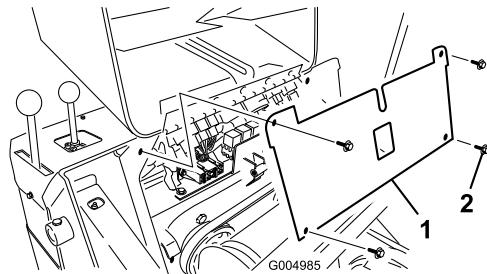

Bild 41
4. Nehmen Sie die 4 Schrauben ab, mit denen die Sicherungsabdeckung befestigt ist, und ziehen Sie die Abdeckung dann heraus und nach oben, um sie abzunehmen (Bild 41).